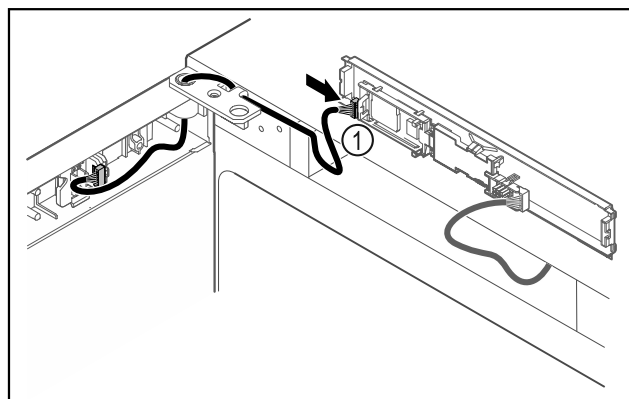

Fig. 41
- Brancher le connecteur Fig. 41 (1) sur la platine.